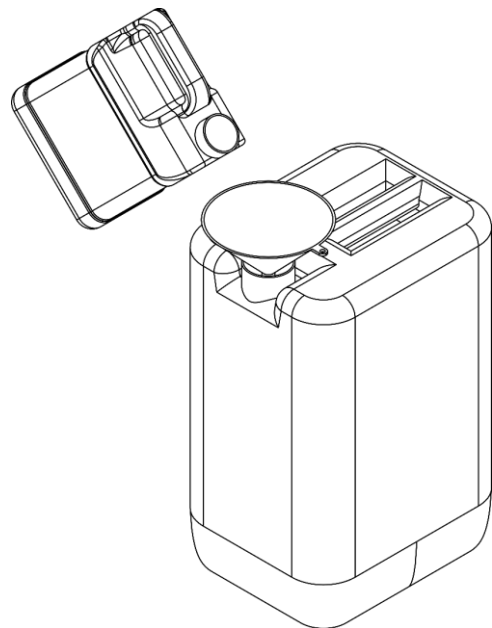

Abb. 17
- 05) Verwenden Sie einen Trichter, um das Nebelfluid aus dem Tank in den originalen Nebelfluid-Kanister zu gießen, wie in Abb. 17 gezeigt.